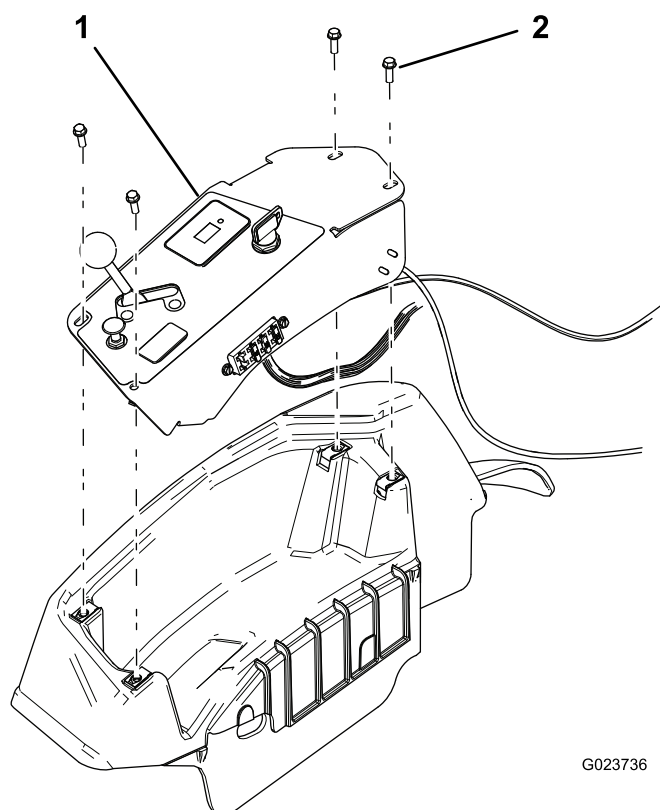

Figure 33
1. Déposez le panneau de commande (Figure 33).